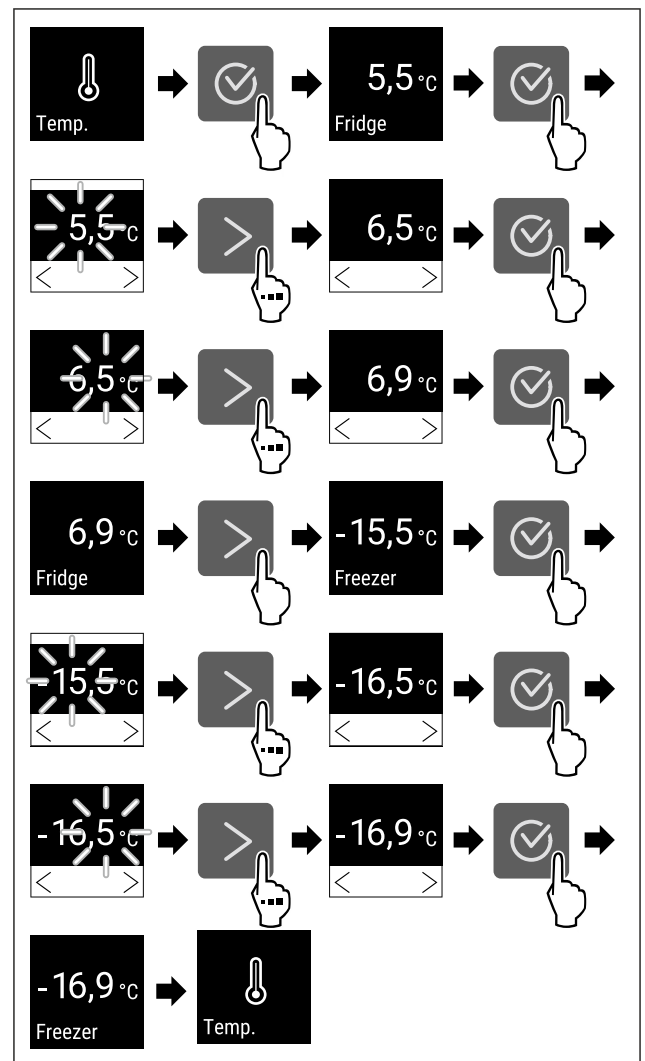

Fig. 88 Αλλαγή θερμοκρασίας από 5,5 °C σε 6,9 °C και -15,5 °C σε -16,9 °C
- ▶ Εκτελέστε τα βήματα ενεργειών (βλέπε Fig. 88).